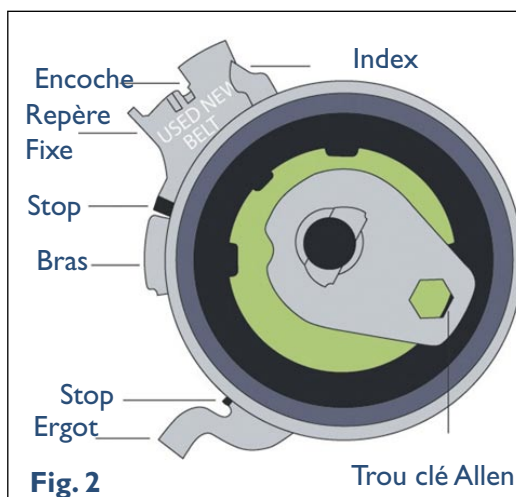

Fig. 2
- 8) Tourner le tendeur (avec la clé Allen) dans le sens contraire des aiguilles d'une montre (pendant que l'on maintient la vis à sa place) jusqu'à ce que l'index soit aligné (mais ne dépasse pas) avec le côté droit du repère fixe (Fig. 2).